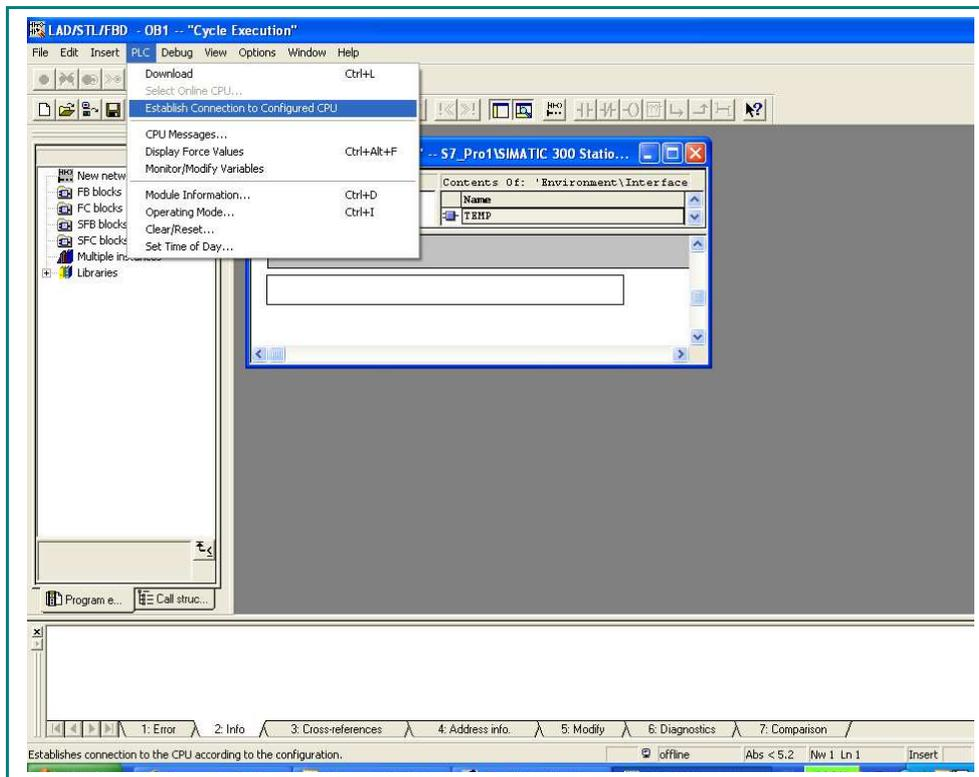

Figura 9: Stabilire la comunicazione con il PLC
6. Aprire il proprio progetto e andare ONLINE (figura 9)